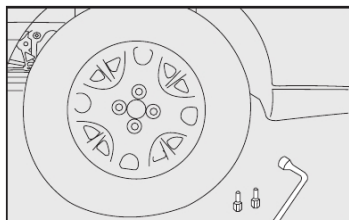

fig. 13
10) Apertar os parafusos utilizando a chave de roda específica **fig. 13**;